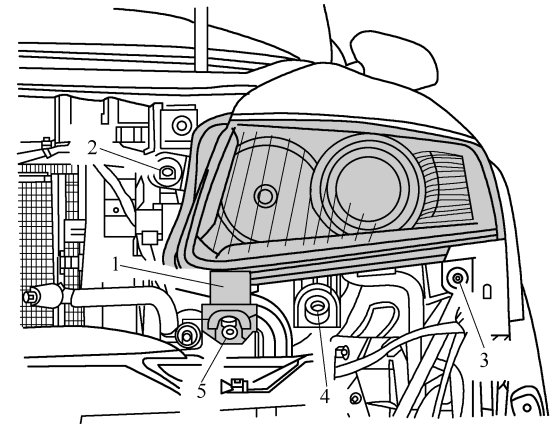

图 11-1-8 拆卸前照灯
(1) 拆下前部保险杠覆面。
(2) 在已关闭点火开关的情况下断开蓄电池的接地线。在冲撞支架上标出定距支架的安装位置。
(3) 如图 11-1-8 所示，旋出螺栓 5。松开左右固定夹，并拆下定距支架，旋出螺栓 2~4，向前取下前照灯，脱开电气插接器。
(2) 如图 11-1-8 所示, 装入前照灯, 并将螺栓 2~4 各旋入两圈。根据标记安装定距支架 1, 并拧紧螺栓 5。将前部保险杠覆面置于安装位置(不要拧紧), 将前照灯与车身和前部保险杠覆面的轮廓对齐(间隙尺寸), 拧紧螺栓 2。拆下前保险杠覆面, 拧紧螺栓 3 和 4。